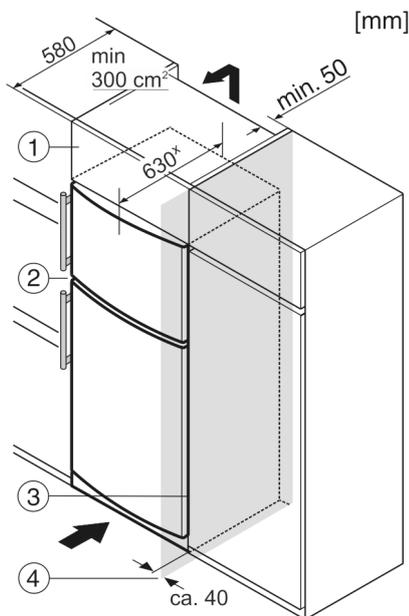

Fig. 9
- (1) Armário suplementar (3) Armário de cozinha
(2) Aparelho (4) Parede
O aparelho pode ser envolvido pelo mobiliário de cozinha. Para ajustar o aparelho Fig. 9 (2) à altura dos armários de cozinha, é possível criar um armário suplementar Fig. 9 (1) sobre o aparelho.
No caso de uma instalação com armários de cozinha (profundidade máx. 580 mm) o aparelho poderá ser instalado imediatamente ao lado do armário de cozinha Fig. 9 (3). O aparelho projecta-se de cada lado 34 mm* e na parte central 50 mm* em relação à frente do armário de cozinha.
Se o aparelho for montado com as dobradiças junto a uma parede Fig. 9 (4), a distância mínima entre o aparelho e a parede deverá ser de, no mínimo, 40 mm. Esta distância corresponde à saliência da pega com a porta aberta.